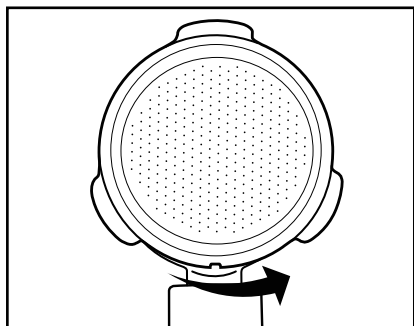

Abb. 3
- Drehen Sie dann den großen **19** oder kleinen Siebeinsatz **20** etwas, so dass dieser nicht mehr herausfallen kann (Abb. 3).